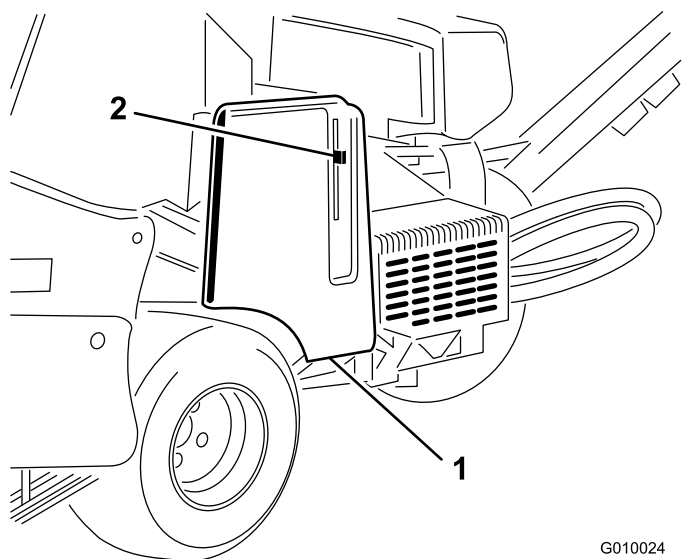

Figura 61
2. Sbloccate e togliete il copricinghia (Figura 61).